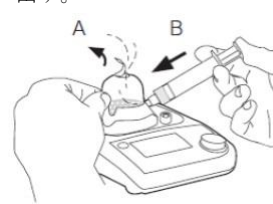

図 5
7. フォームを吸引する前に、トップシールを開けて(図 5-A)シリンジのプランジャーを押し(図 5-B)、空気を押し出す。